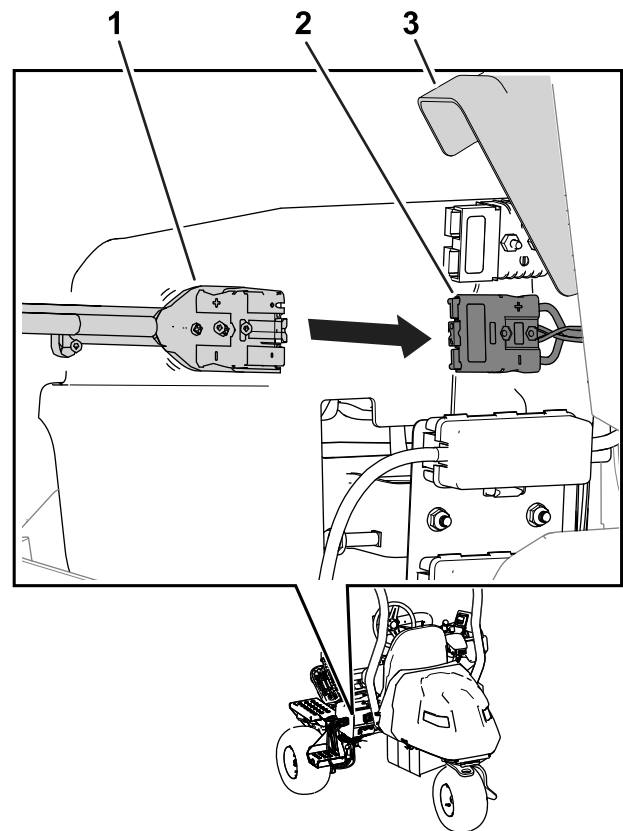

Figura 36
7. Levante a tampa dos conectores e deslize o conector de saída do carregador para o conector do carregador da máquina (Figura 36).